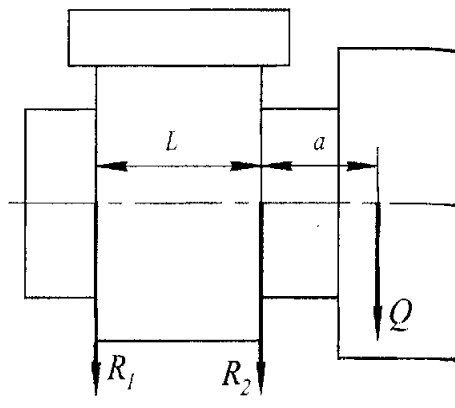

Рис. 7
3. Объект манипулирования массой  $m = 2,8$  кг удерживается в схвате (рис. 7). Рассчитать силы  $R_1$  и  $R_2$ , действующие в местах контакта объекта манипулирования с губками схвата, если  $L = 80,0$  мм,  $a = 20,0$  мм.